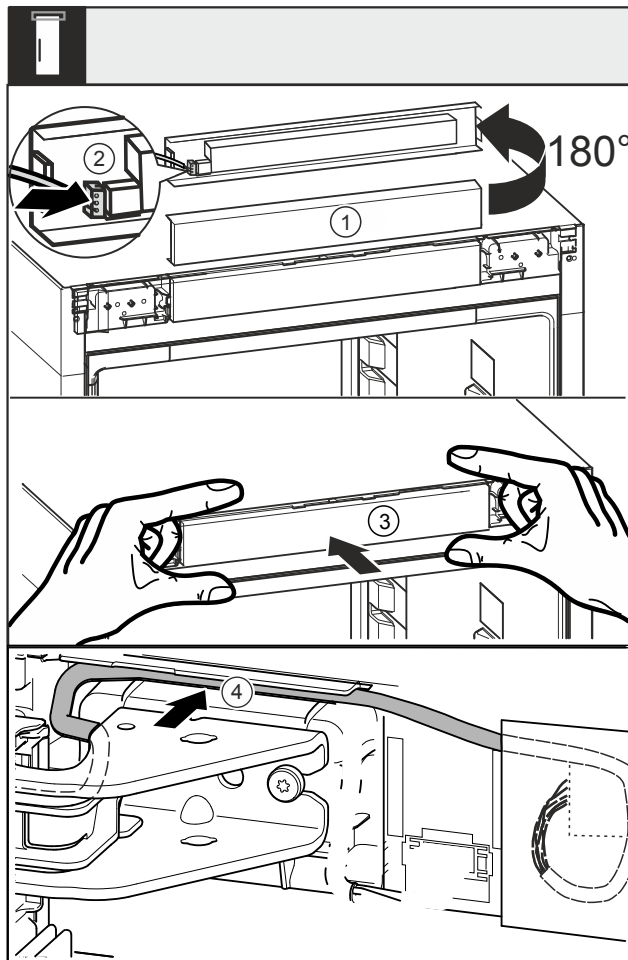

Fig. 40
- Gire la tapa ciega Fig. 40 (1) 180° hacia arriba.
- Encaje el conector macho Fig. 40 (2) en la tapa ciega del elemento de control.
- Encaje de nuevo la tapa ciega Fig. 40 (3) en el electrodoméstico.
- Coloque con cuidado el cable en la guía Fig. 40 (4) por encima del soporte del cojinete superior.